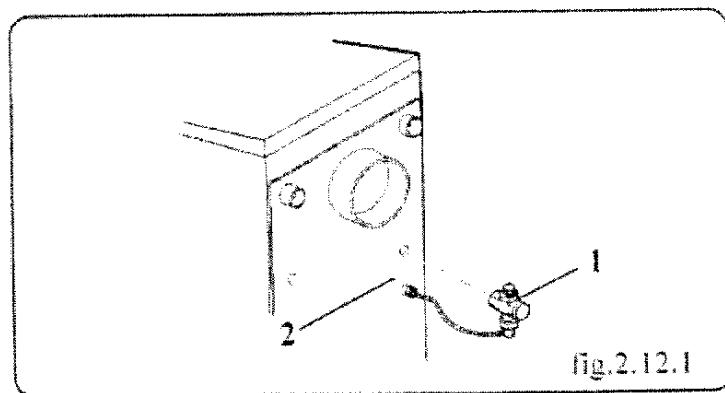

fig.2.12.1
2.12 - Collegamento scambiatore di sicurezza (fig.2.12.1)
2.12 - Connecting the safety exchanger (fig.2.12.1)